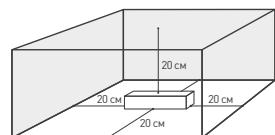
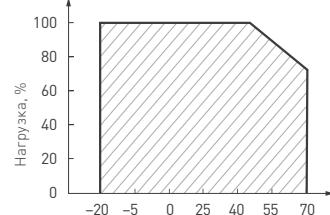

Рис. 3. Свободное пространство вокруг источника
Рис. 4. Максимальная допустимая нагрузка, % от мощности источника
4.3. Для естественной вентиляции обеспечьте не менее 20 см свободного пространства вокруг источника питания, как изображено на рис. 3. При невозможности обеспечить свободное пространство используйте принудительную вентиляцию. В случае установки в ограниченном пространстве (например, лайтбокс или профиль) предусмотрите обеспечение требуемого температурного режима источника питания согласно рис. 4.
4.4. Рекомендуется не нагружать источник питания более чем на 80% от его максимальной мощности. Учитывайте, что с повышением температуры окружающей среды максимальная мощность источника питания снижается, см. график зависимости на рис. 4.